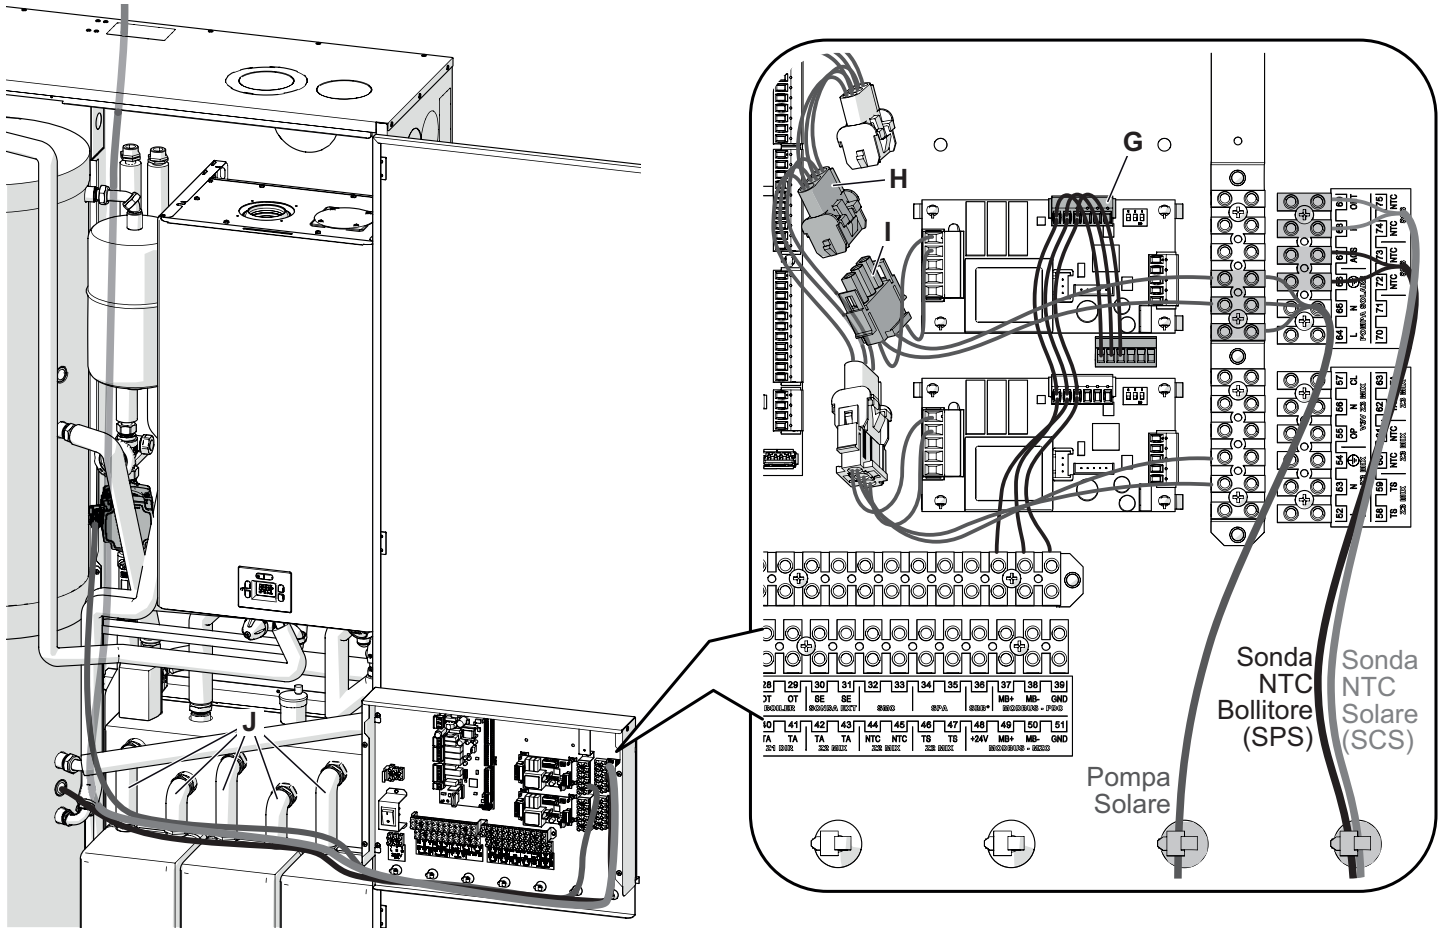

Figura 2.39
- Collegare uno dei terminali a 6 poli (G), presenti all'interno del quadro di sistema, alla scheda di controllo.
- Collegare uno dei connettori a 3 poli (H), presenti all'interno del quadro di sistema, al connettore a 3 poli (I) della scheda di controllo.
- Inserire la sonda collettore nel pozzetto, far scorrere il cavo dietro i tubi (J) dei gruppi di rilancio e collegarlo alla morsettieria quindi bloccarlo con l'apposita fascetta (Figura 2.39). Il cavo fornito in dotazione, di tipo PT1000, dovrà necessariamente essere raccordato con uno spezzone di cavo di lunghezza adeguata per poter giungere dal collettore fino alla scheda.
- Inserire la sonda bollitore nell'apposito pozzetto, far scorrere il cavo dietro i tubi (J) dei gruppi di rilancio, tagliarlo a misura e collegarlo alla morsettieria. Bloccarlo con l'apposita fascetta (Figura 2.39).